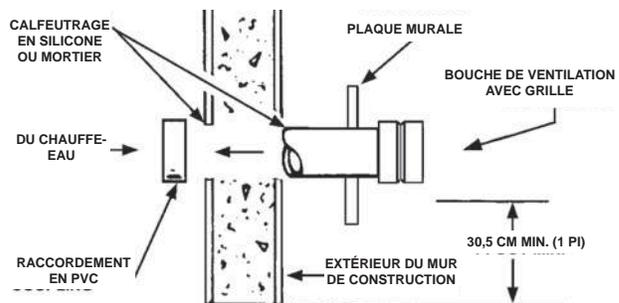
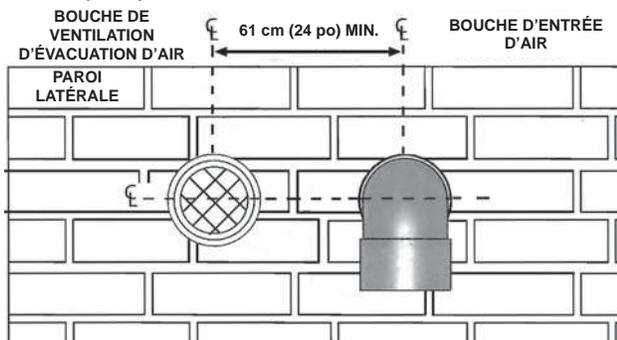

Figure 13 TERMINAISON DE VENTILATION
Figure 14A
2. Terminaison à travers le mur - terminaison de ventilation horizontale directement à travers un mur extérieur, voir Figure 13 à la page 26.
La première étape est de déterminer où le tuyau de ventilation se terminera. Voir Figure 13, Figure 14A, et Figure 15. L'évent pourrait se terminer à travers une paroi latérale tel qu'illustré à la Figure 13, Figure 14A et Figure 15 ou à travers le toit tel qu'illustré à la Figure 18, Figure 19 et Figure 20.
Les instructions concernant une installation appropriée à travers une paroi latérale sont fournies aux Figures 13, Figure 14A et Figure 15.
Couper une longueur de tuyau d'environ 8,9 cm (3,5 po) plus long que l'épaisseur du mur à l'ouverture. Coller la bouche de ventilation à cette section du tuyau. Glisser la plaque du mur par-dessus le tuyau pour qu'elle s'arrête contre la bouche de ventilation. Placer un cordon de calfeutrage (non fourni) autour de l'écart entre le tuyau et la plaque-couvercle. En mettre suffisamment pour combler un peu d'écart entre le tuyau et la paroi. Placer une quantité du calfeutrage sur l'arrière de la plaque pour la tenir contre la paroi après l'installation. Si le tuyau de ventilation est installé pour arriver jusqu'au mur, avec un accouplement sur l'extrémité contre l'ouverture du mur, le tuyau à la bouche de ventilation peut être préparé pour être collé avant de l'insérer à travers le mur. Glisser le tuyau à travers le mur et l'insérer dans l'accouplement sur l'autre côté du mur, en s'assurant que la bouche de ventilation finit par se pointer dans la bonne position, voir la Figure 13.
6. Si le tuyau d'entrée d'air est installé pour arriver jusqu'au mur, avec un accouplement sur l'extrémité contre l'ouverture du mur, le tuyau avec la bouche d'entrée d'air peut être préparé pour être collé avant de l'insérer à travers le mur. Glisser le tuyau à travers le mur et l'insérer dans l'accouplement sur l'autre côté du mur, en s'assurant que la bouche d'entrée d'air finisse positionnée dans la bonne position (Figure 14A et Figure 15).